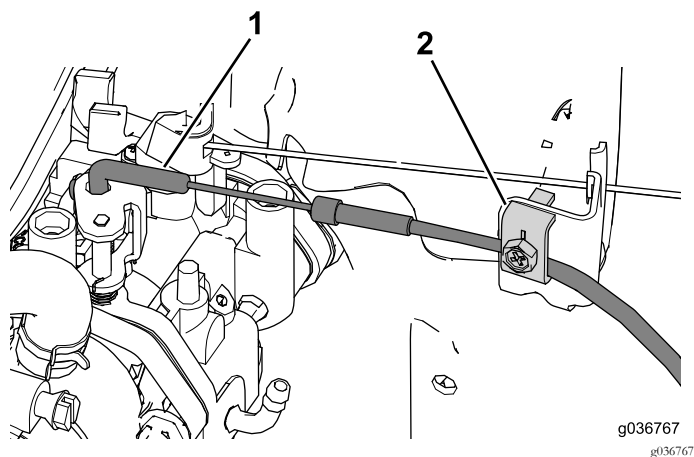

図 34
- スロットルケーブル端部の曲がりチョークアセンブリに入れる 図 34。
3. チョークケーブルを、クランプで固定する 図 34。